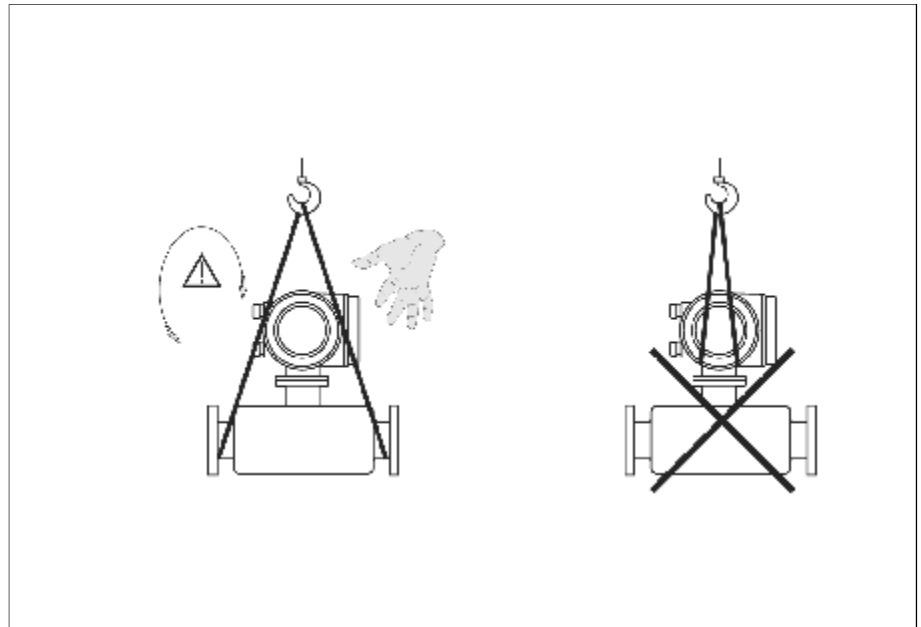

图3:DN40...150传感器运输指南
- 吊运公称直径为DN40...150的测量系统时使用网状软绳绕住两端过程连接处，请勿将吊绳绕在变送器外壳处或接线腔外壳处，请勿使用链条以免损坏外壳。（图.3）